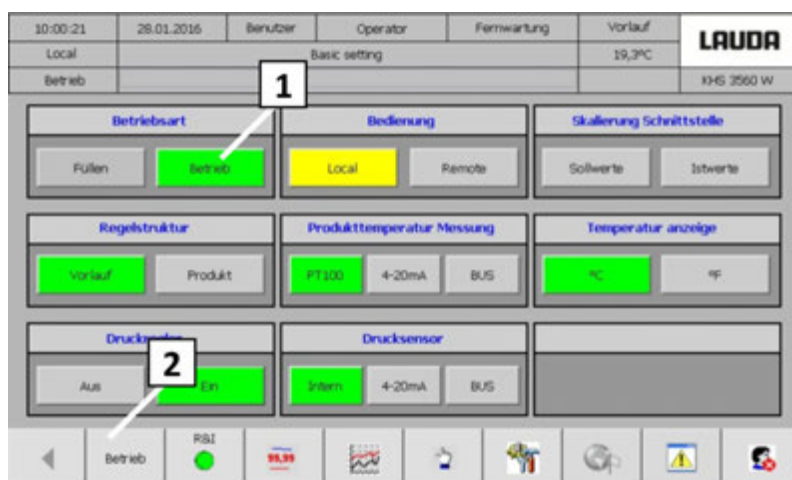

Рис. 73: Экран «Основная настройка»
14. Переключить переключатель на сенсорном экране из положения «Наполнение» в положение «Работа» (Рис. 73 [1])
16. Открыть экран «Работа» (Рис. 73 [2])